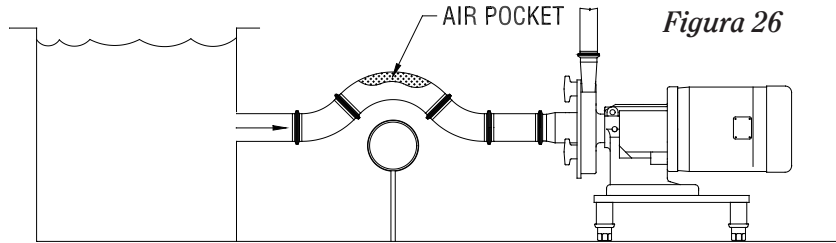

Figura 26
- Evite a formação de bolsões de ar na tubulação (Figura 26).